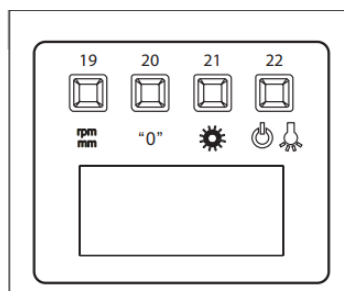

Рис. 12
**Панель управления** (рис. 12)